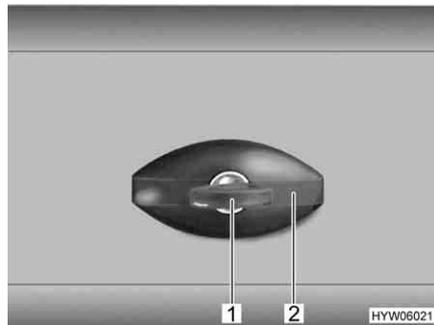

Bild 50 Klappenschloss, ellipsenförmig, verschlossen
- Schlüssel in Schließzylinder (Bild 50,1) stecken und eine viertel Umdrehung entgegen dem Uhrzeigersinn drehen. Schlossgriff (Bild 50,2) schnappt heraus.